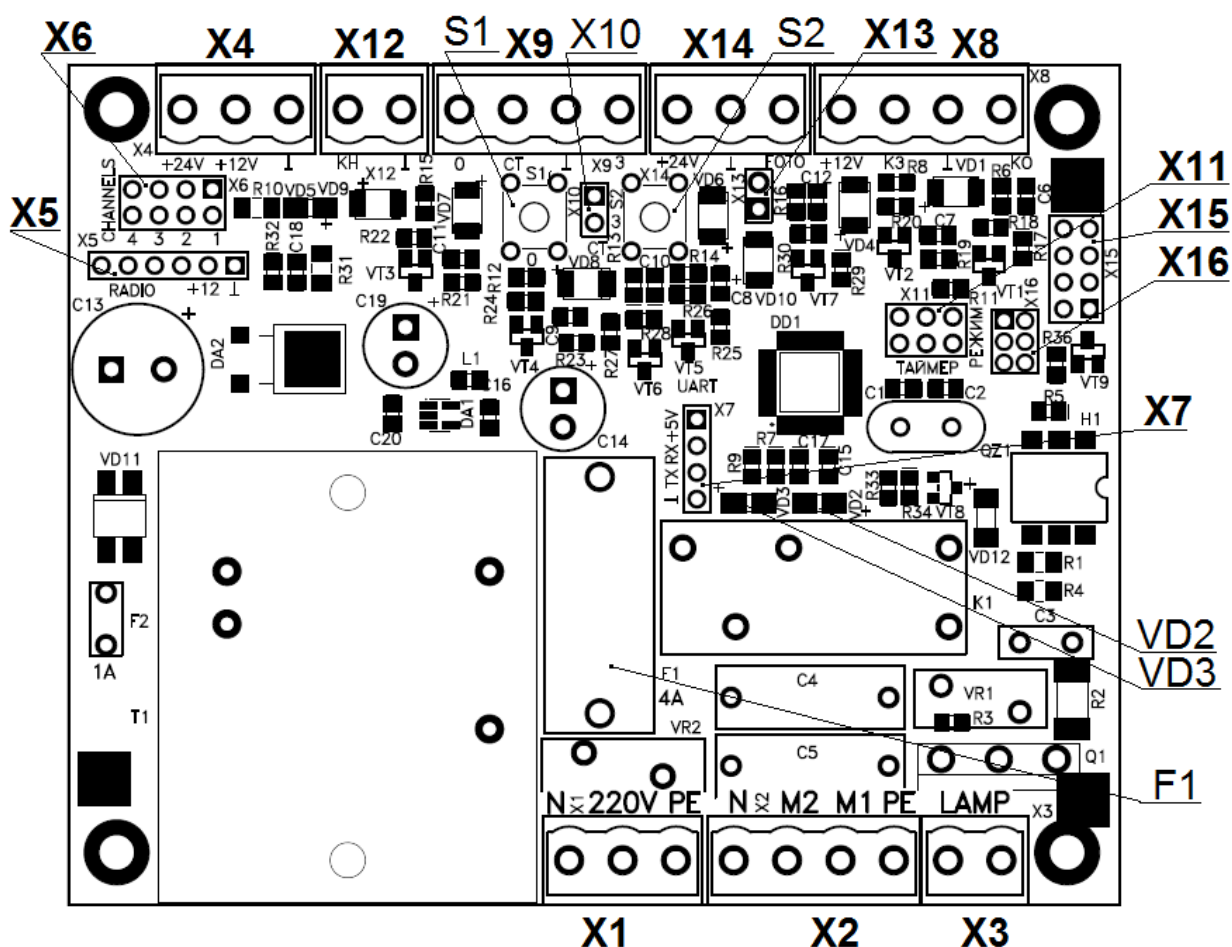

Рисунок 6
Питание шлагбаума однофазное, подключается к разъему X1 (см. Рисунок 6)
Фотоэлементы подключаются к разъему X14 (см. Рисунок 6)
При отсутствии фотоэлементов на переключателе X13 (см. Рисунок 6) должен быть установлен джампер. При отсутствии перемычки шлагбаум не будет закрываться.
Подключается к разъему X9 (см. Рисунок 6)
3. Блок перейдет в режим настройки задержки таймера. Количеством миганий индикаторов открытия и закрытия (см. Рисунок 6) отобразится текущее время задержки в секундах кратное 5. (3 мигания – 15 секунд)
При наличии фотозлемента можно активировать функцию авто-закрытия шлагбаума, установив переключку возле подписи «РЕЖИМ», на колодке выбора режима X11 (см. Рисунок 6).